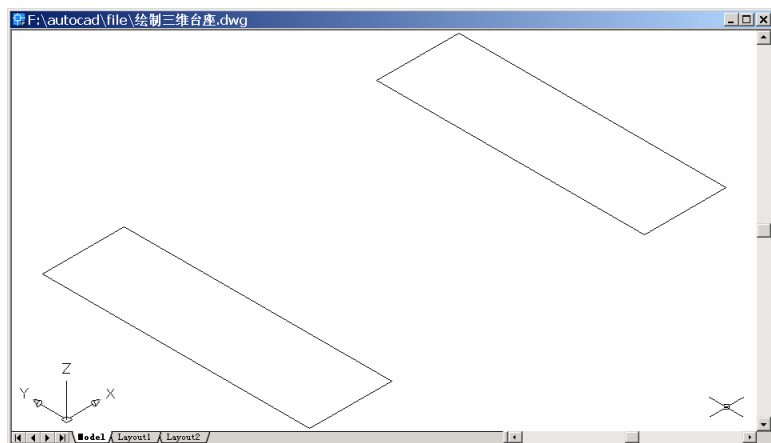

图 27.4 变换视图
(3) 用 VIEW 命令变换视图为 Southwest Isometric (西南视图), 结果如图 27.4 所示。
(4) 用 EXTRUDE 命令拉伸长方形为三维实体